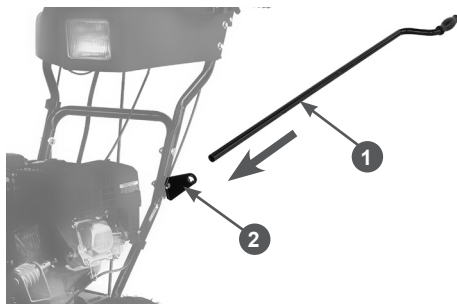

Рис. 26 Установка рычага управления поворотом жёлоба
- вставьте рычаг 1 в опорный кронштейн 2 на стойке рукояток, как показано на Рис. 26;